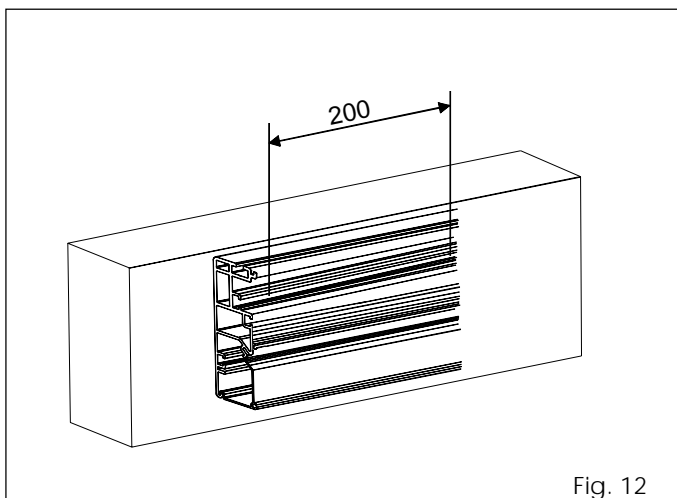
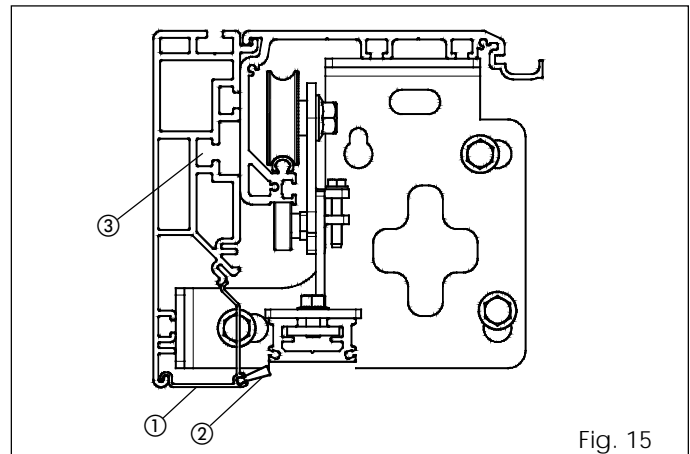

Fig. 12
Fig. 15
- Eseguire una serie di fori sul profilo autoportante nella posizione indicata in fig. 15 rif. ③ ad una distanza di circa 20 cm. tra loro (fig. 12).
- Fissare la traversa autoportante ad una estremità. Sollevare la traversa e livellarla parallelamente al pavimento. Fissare l'altra estremità. Eseguire un fissaggio centrale sollevando con forza la traversa per allineare i tre punti di fissaggio. Procedere con i restanti fissaggi (fig. 12).
La traversa d'automazione con il profilo autoportante può essere fissata alle due estremità utilizzando l'accessorio staffe laterali (fig. 15).
• Se si utilizza il profilo di chiusura per automazione autoportante, assemblarlo come indicato in fig. 15 rif. ①.
**ATTENZIONE:** inserire lo spazzolino (accessorio fig. 15 rif. ②) nel profilo di chiusura automazione autoportante prima del montaggio.
- Applicare i fianchetti laterali come in fig. 15.